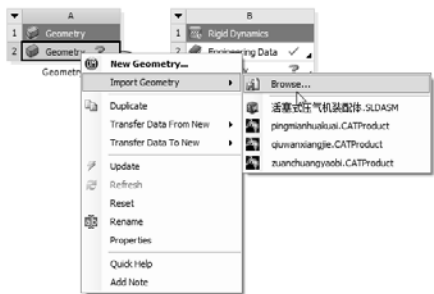

图 9-8 选择【Import Geometry】|【Browse】命令
- 1) 在 A2 栏的【Geometry】项上单击鼠标右键，在弹出的快捷菜单中选择【Import Geometry】|【Browse】命令，如图 9-8 所示，弹出【打开】对话框。